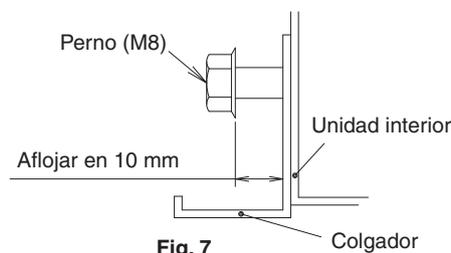
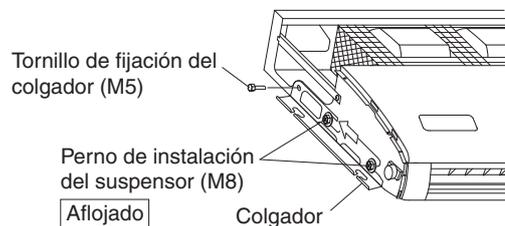

Fig. 7
Fig. 8
- Abra el orificio preperforado en el lado de entrada del cableado, en la superficie posterior o superior y, a continuación, coloque el buje de resina suministrado (10).
- Afloje 2 pernos para instalar el colgador en ambos lados (M8) (4 puntos, a la izquierda y a la derecha) en 10 mm. **(Refiérase a la Fig. 7 y Fig. 8)**
- Retire el tornillo de sujeción para el colgador, situado en la parte posterior (M5), y tire del colgador hacia atrás (en la dirección indicada por la flecha) para retirarlo. **(Refiérase a la Fig. 8)**